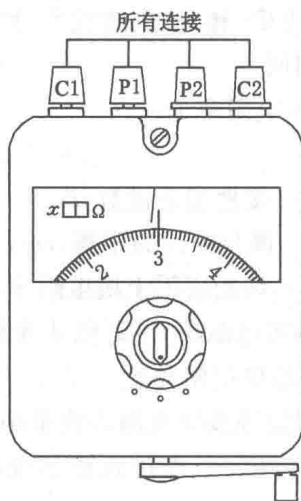

图 1-17 接地电阻表短路试验
② 短路试验:将四端钮接地电阻表上的所有端钮连接起来,然后轻摇手柄,观察接地电阻表的指针是否偏往“0”的方向。如图 1-17 所示。